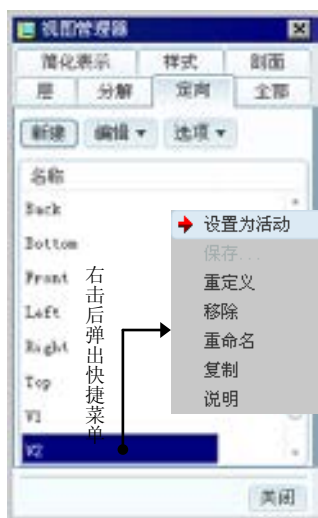

图 9.3.23 “视图管理器”对话框
Step7. 定向模型方位。在图 9.3.23 所示的“视图管理器”对话框中打开 **定向** 选项卡，然后右击 **V2**，选择  **设置为活动** 命令。